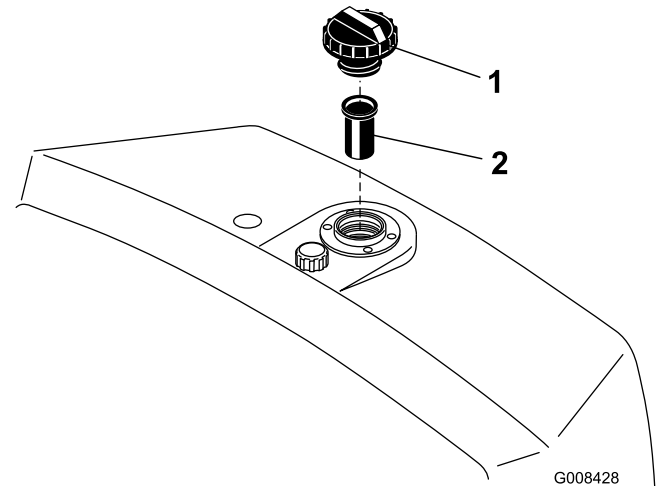

Figura 27
2. Retire a tampa do reservatório e verifique o nível de fluido. O fluido deve chegar à parte inferior do filtro no tubo de enchimento (Figura 27).